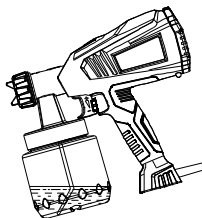

Рис. 2
- При работе с лежащими предметами направьте трубку вперед (рис. 2).